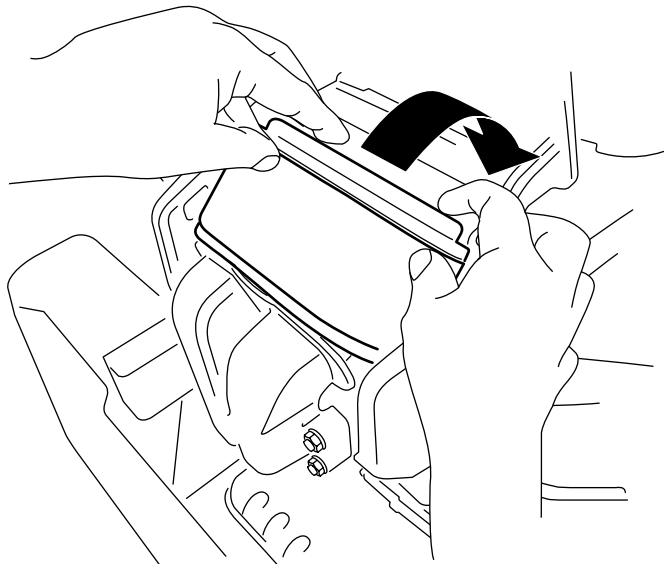

図 40
3. フィルタを下にねじ込むようにしてマニホルドに密着するように取り付ける **図 40**。